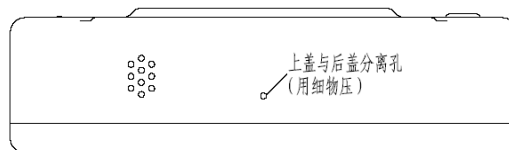

图 2
4.1.1 上盖与后盖拆分方法如图 2，用硬细物穿进上盖与后盖分离孔，按压可分开上盖与后盖。